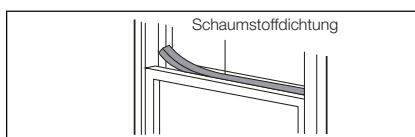

Abb. 17
- Schneiden Sie die Schaumstoffdichtung auf die erforderliche Länge zu, und dichten Sie den Spalt zwischen dem oberen Schiebeteil und dem unteren Schiebeteil wie in Abb. 17 dargestellt ab.